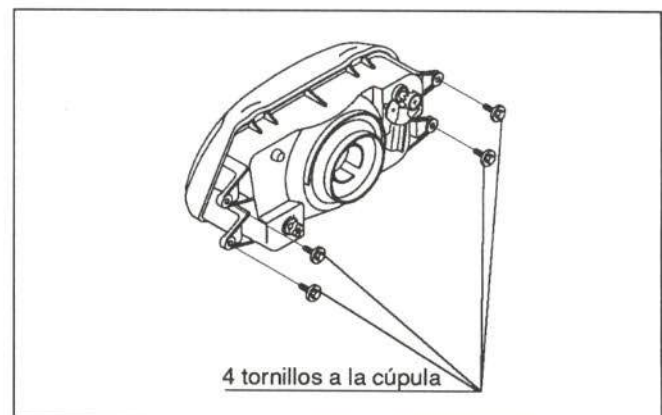

Figura 16.- Fijación del faro
En la figura 16 se muestra su fijación
- Faro (figura 16)